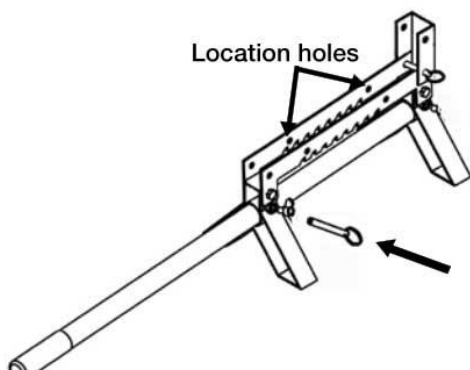

Abbildung 4
1. Führen Sie den Handgriff durch die Standfüße und fixieren diesen mit einem Auslösestift (9.5x38mm) wie in Abbildung 4 zu sehen.
Führen Sie den Handgriff durch die Standfüße und fixieren diesen mit einem Auslösestift (9.5x38mm) wie in Abbildung 4 zu sehen.